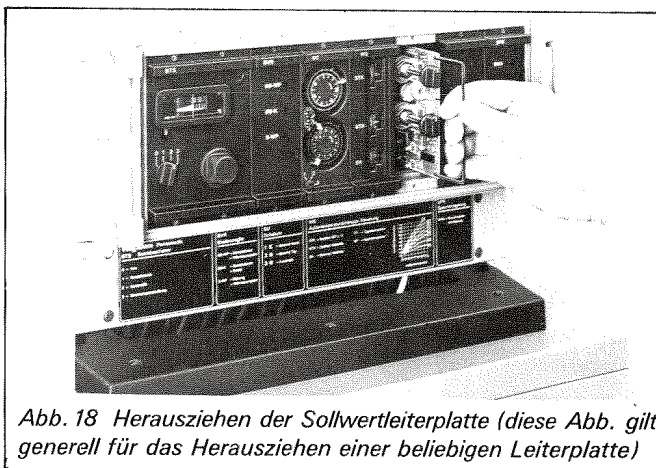

Abb. 18 Herausziehen der Sollwertleiterplatte (diese Abb. gilt generell für das Herausziehen einer beliebigen Leiterplatte)
3. Leiterplatte mit dem Montagebügel herausziehen (Abb. 18).
3. Mit dem Montagebügel die beiden Verstärkerleiter-platten und die Sollwertleiterplatte herausziehen (Abb. 18).